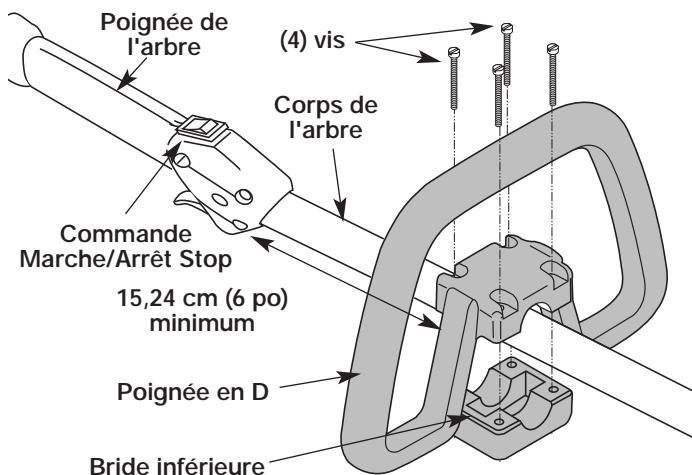

Figure 1
- Placez la poignée en D sur le corps de l'arbre et au-dessus de la bride inférieure (Fig. 1). Placez-la à au moins 15,24 cm (6 po) de l'extrémité de la prise de l'arbre.